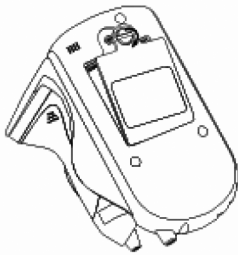

Figura 2
- 1) Aprire il pannello posteriore con una moneta o con un comune cacciavite come mostrato nella Figura 2